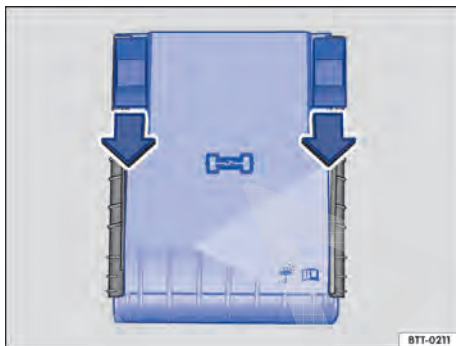

Fig. 267 No compartimento do motor: cobertura da caixa de fusíveis.
- Empurrar os botões de travamento para frente no sentido da seta para destravar a cobertura da caixa de fusíveis \Rightarrow Fig. 267.